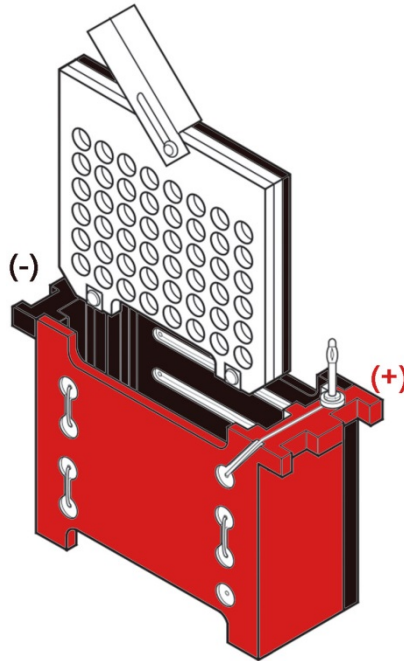

图3. 转移三明治夹套插入转移电泳芯组件中。
- 6) 转移三明治夹的黑色面对着转移电泳芯组件的黑色面，将转移三明治夹套插入转移电泳芯组件中(图3)，如果有两块凝胶，重复上述步骤制备另一个转移三明治夹。